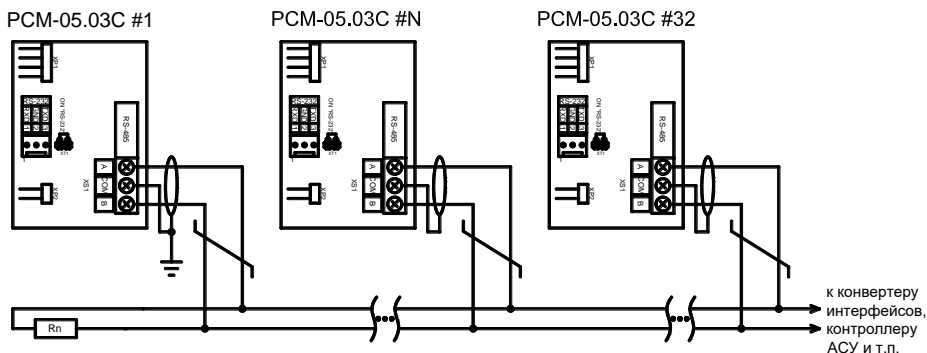

Рис. 8.12
8.8.5 Схема электрических соединений при организации сети расходомеров на базе последовательного интерфейса RS-485 приведена на рис. 8.12.